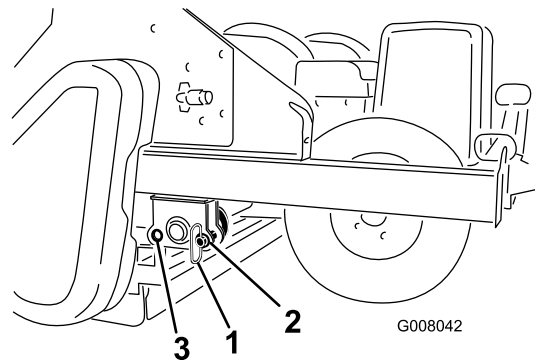

Figura 23
1. Retire los pasadores de almacenamiento de los taladros traseros (Figura 23).
2. Baje lentamente el procesador de terrones hasta que descansa sobre el rodillo trasero y los neumáticos. Instale los pasadores de almacenamiento en los taladros delanteros (Figura 23).